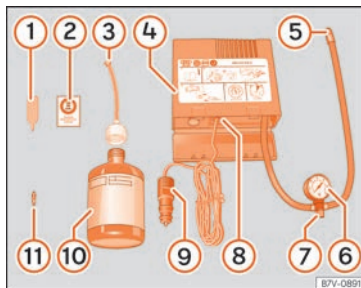

Fig.71 Rappresentazione standard: contenuto del kit per la riparazione degli pneumatici.
- Svitare il cappuccio e l'elemento di tenuta della valvola del pneumatico. Utilizzare l'apparato » fig. 71 ① per estrarre l'elemento di tenuta. Collocarlo su una superficie pulita.
- Agitare vigorosamente la bomboletta del sigillante per pneumatici » fig. 71 ⑩.
- Avvitare il tubo di gonfiaggio » fig. 71 ③ alla bomboletta del sigillante. La piombatura della bomboletta si rompe automaticamente.
- Rimuovere il tappo del tubo di riempimento » fig. 71 ③ e avvitare l'estremità aperta dal tubo alla valvola dello pneumatico.
- Ricollocare l'elemento di tenuta con l'apparato » fig. 71 ① nella valvola del pneumatico.
- Avvitare il tubo di gonfiaggio del pneumatico del compressore » fig. 71 ⑤ nella valvola del pneumatico.
- Verificare che la vite di sfiato dell'aria sia chiusa » fig. 71 ⑦.
- Collegare il connettore »» fig. 71 ⑨ a una presa elettrica a 12 V del veicolo »»  pag. 177.
- Collegare il compressore ad aria con l'interruttore ON/OFF »» fig. 71 ⑧.
- Applicare l'adesivo »» fig. 71 ② sul quadro strumenti, all'interno del campo visivo del conducente.